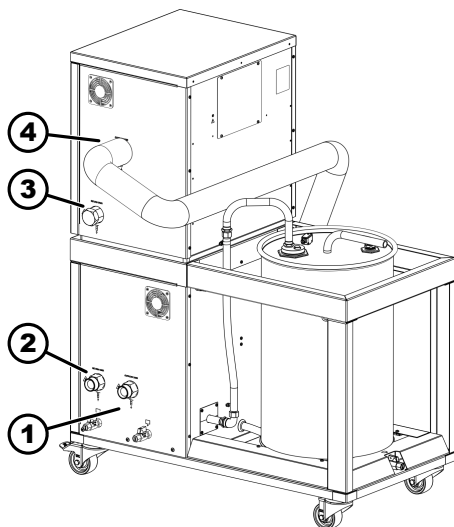

Fig. 10: Assemblage, du côté de l'application
3. À l'aide d'une bague-écrou et du bouchon installé, vissez fermement les raccords RETURN USER (3, Fig. 10).
4. Installez d'abord le long tuyau. Vissez le long tuyau sur le raccord OUTFLOW USER (4, Fig. 10) du Régulateur de débit. Le tuyau conduit vers le bas, de l'autre côté des appareils.
Les raccords du Régulateur de débit et les raccords de l'Unité de remplissage et de vidange portant les inscriptions RETURN USER et OUTFLOW USER doivent être dans la direction de l'application (Fig. 10).
9. Raccordez les deux flexibles de l'Unité de remplissage et de vidange à votre application. Les deux raccords comportent les mentions OUTFLOW USER et RETURN USER (1 et 2, Fig. 10).
11. Vissez l'autre côté sur le raccord en T de l'Unité de remplissage et de vidange (5, Fig. 10).